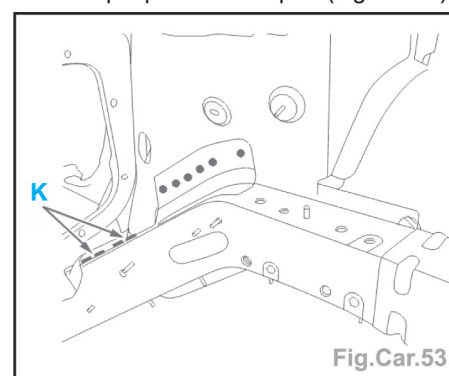

Fig.Car.53
- Souder par points électriques (Fig.Car.53).